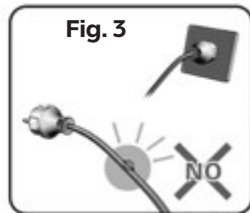

Fig. 3
- La pompe submersible ne doit pas être utilisée si le câble d'alimentation électrique est endommagé d'une quelconque façon. Si un câble avec une isolation endommagée est plongé dans l'eau, il y a un danger que de l'eau ne s'infiltre dans le moteur de la pompe et cause un court-circuit. Le câble électrique de la pompe ne peut pas être remplacé. Si le cordon est endommagé, la pompe doit être mise hors service. Une altération du câble électrique de quelque manière que ce soit annulera la garantie (Fig. 3).